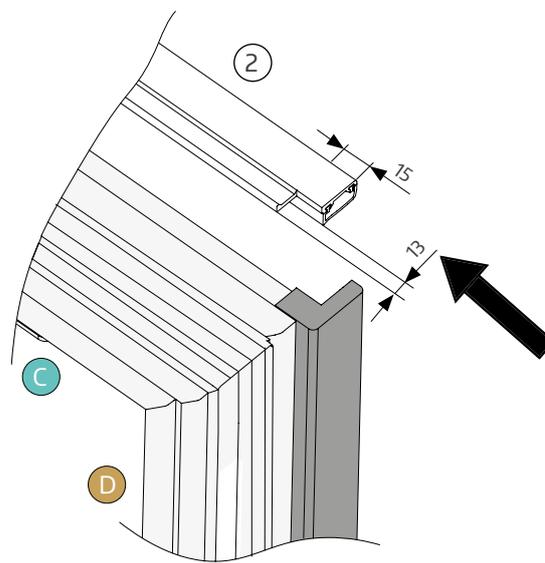

Fig. 2
- ② Coupez le profil d'étanchéité sur le côté central (voir la fig. 2).